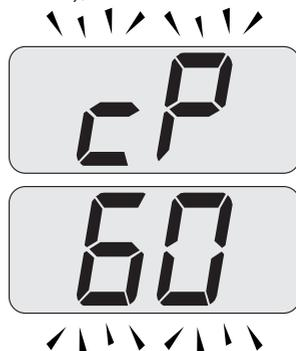

Figura 9.24
- Premendo il tasto 18 è possibile variare la potenza in modalità spazzacamino: con visualizzazione sul display LCD delle lettere **CP** che si alternano con il valore di temperatura dell'acqua di riscaldamento (es. **60**), siamo "funzione spazzacamino" alla potenza massima in riscaldamento (Figura 9.24);
alla potenza massima in riscaldamento (Figura 9.24);